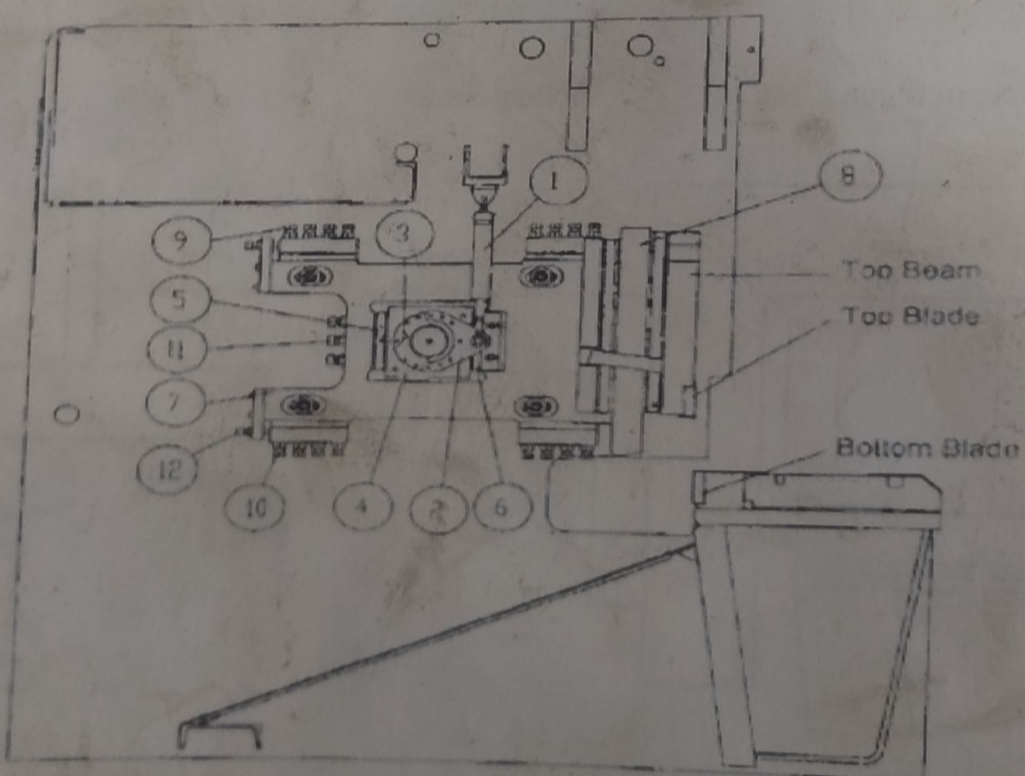

Рисунок 11. Система настройки процентилля и салазковая система.
Стропильная затяжка ведётся скользящей системой, зафиксированной на ножке машины (Рис. 11). Цифровой цилиндр, регулирующий зазор между ножами (1) поднимает и опускает рукоятку, регулиющую зазор (2) и поворачивает внецентровую втулку (3). Внецентровая рукоятка, регулирующая зазор между ножами (4), движется втулка поворачивается вокруг рукоятки, регулирующей зазор между ножами (4), двигается к ножке. Во время этого поворота опора, регулирующая зазор между ножами (6), движется вверх и вниз между задней (5) и передней сторонами (6), регулирующими данный зазор. В то же самое время она двигает главный скользящий корпус (7) вперёд и назад таким образом, что расстояние между зазором ножей то уменьшается, то увеличивается (Рис. 12). Таблица 1 показывает число расстояния зазора по отношению к листовому материалу и толщине (страница 4/13).